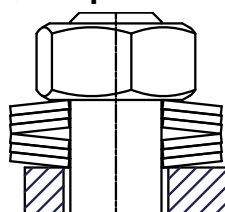

Fig.6-3 Montering av tallriksfjädrar.
4. Montera tillbaka glanden, montera tallriksfjädrar (→ Fig. 6-3) och glandmutterarna.